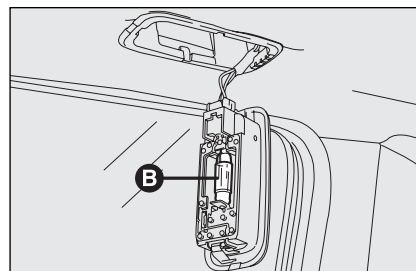

fig. 48
- ☐ sustituya la lámpara **B-fig. 48** separándola de los contactos laterales asegurándose de que la lámpara nueva haya quedado bloqueada correctamente entre los mismos contactos.